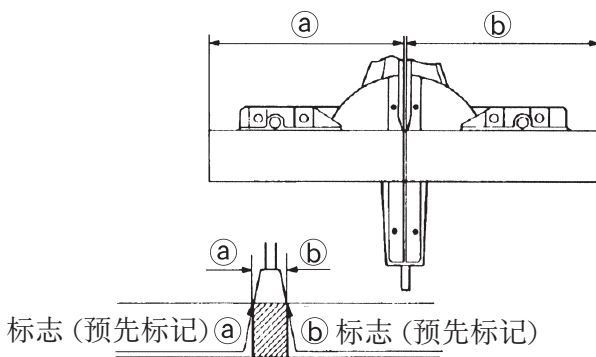

图 15
- (1) 如图 15 所示，锯条的宽度为切割宽度。因此，在需要长度 **b** 时将工件向右侧滑动（从操作员的位置看去），或在需要长度 **a** 时向左侧滑动。